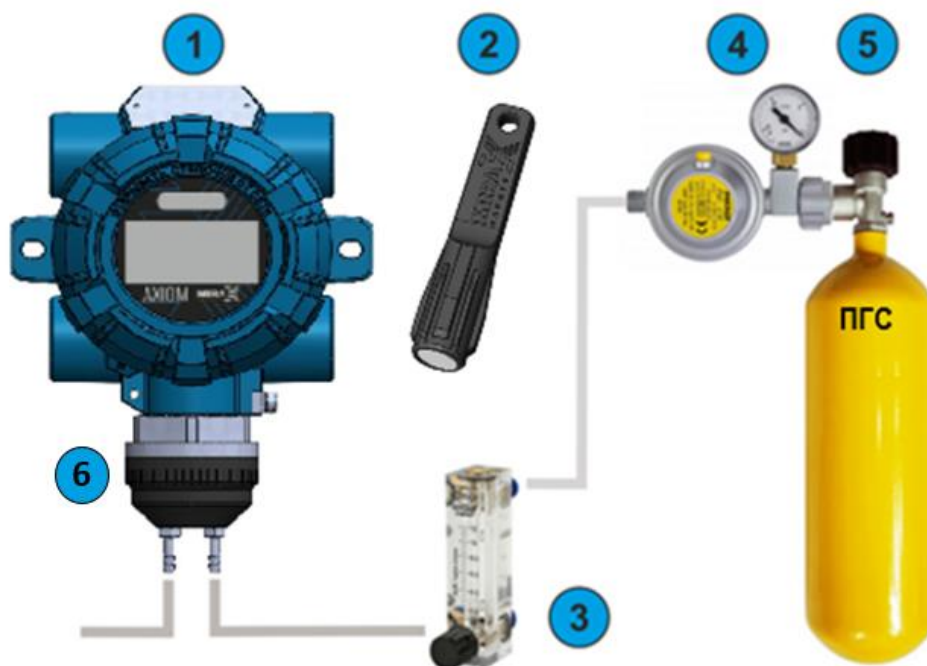

Рисунок 62 – Комплект для калибровки чувствительности
- ① АХИОМ с калибровочной насадкой;
- ② Магнитный ключ;
- ③ Ротамер;
- ④ Редуктор;
- ⑤ ГСО-ПГС (государственный стандартный образец – поверочная газовая смесь);
- ⑥ Калибровочная насадка (см. рисунок 62).